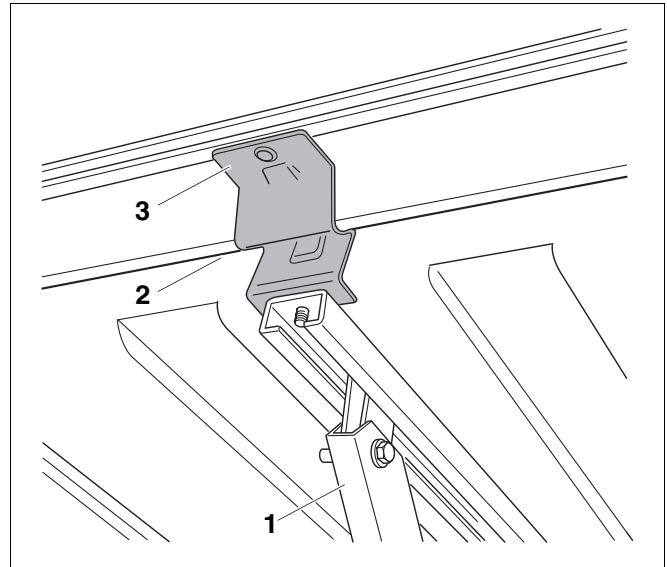

Abb. 6 Kollektorhalterung in die Nut des Kollektors einlassen
- Lassen Sie die obere Kollektorhalterung (Abb. 6, **Pos. 3**) in die Nut des Kollektors (Abb. 6, **Pos. 2**) ein.
- Neigen Sie die ausgeklappte Stütze (Abb. 6, **Pos. 1**) leicht zur Seite und ziehen Sie diese aus dem Zwischenraum der zwei Rundrohre heraus.